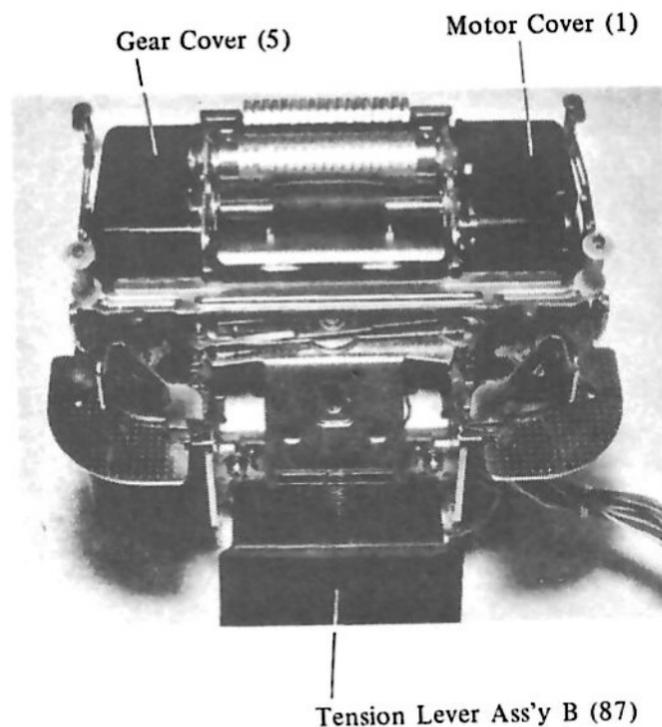

Fig. 8-16 Ausbauen des Spannbügels B (87)
- 1) Papierabreißbügel A (9) abnehmen.
- 2) Druckwalzenabdeckung (10) abnehmen.
- 3) Spannbügel B (87) Fig. 8-16 abnehmen.